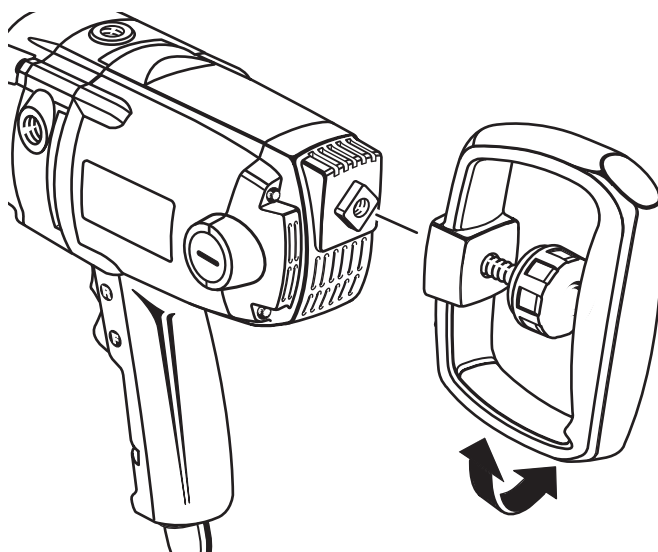

Fig. 3
Voir la figure 3.
- Insérer la clé dans le mandrin et tourner vers la gauche, comme illustré à la figure 3.